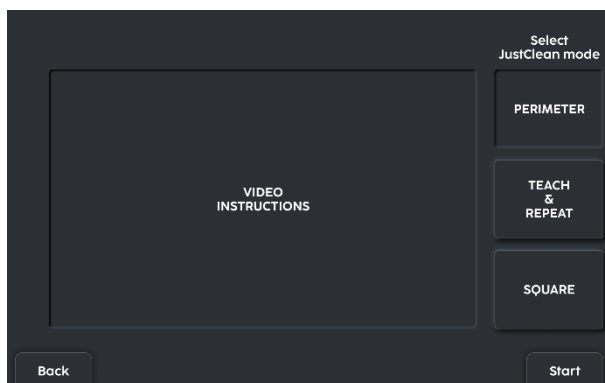

Fig. 10
1. Sélectionnez le mode périmètre (Fig 10).